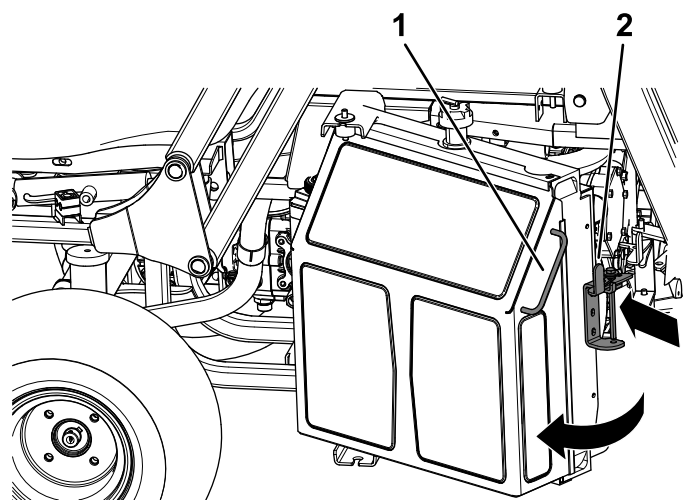

Figura 58
1. Împingeți spre interior, spre radiator, elementul de blocare de pe radiator (Figura 58).
2. Folosind mânerul din partea laterală a radiatorului, rotiți radiatorul pentru a accesa motorul (Figura 58).